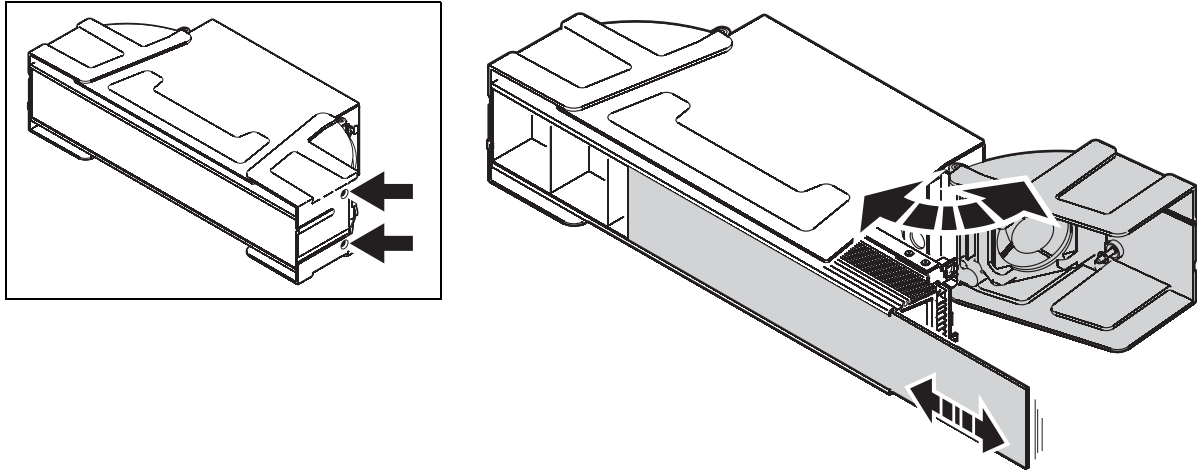

Bild 6: Installieren und Entfernen des Diffusors
2. Siehe Bild 6. Lösen Sie die zwei markierten Schrauben an der Halteleiste und öffnen Sie die Leiste.
1. Siehe Bild 6. Lösen Sie die zwei markierten Schrauben an der Halteleiste und öffnen Sie die Leiste.
2. Entfernen Sie den blauen Powercon-Stecker vom Netzeingang. Siehe Bild 6. Lösen Sie beide markierten Schrauben und öffnen Sie die Abdeckung.
Öffnen Sie beide Endkappen des Geräts wie in Bild 6 auf Seite 18 dargestellt und nehmen Sie den Reflektor aus dem Gerät.